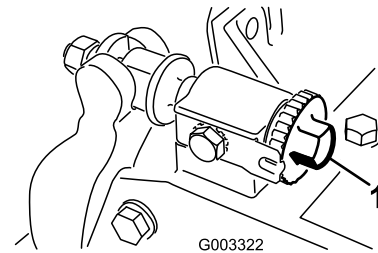

Bild 7
- A. Drehen Sie die Einstellschrauben des Untermesserträgers um jeweils eine Kerbe nach rechts (Bild 7), bis Sie leichten Kontakt spüren und hören.